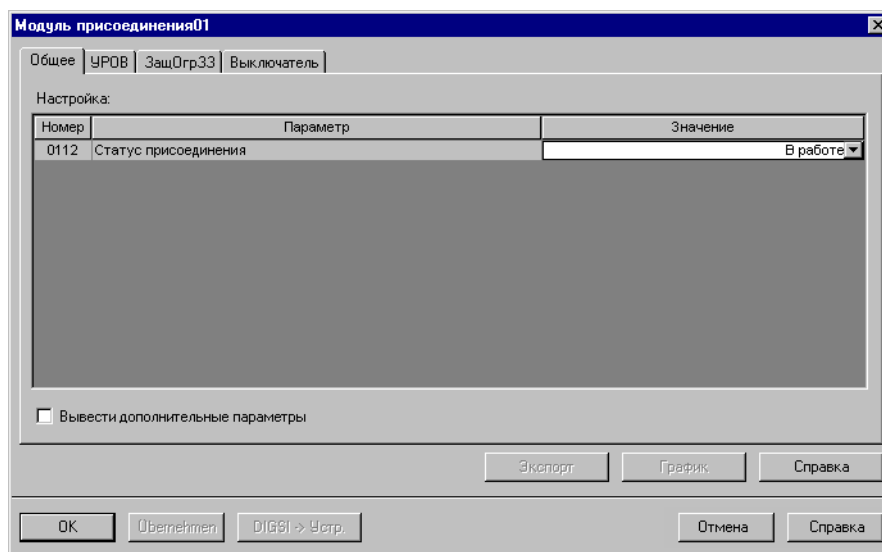

рис. 6-29 Окно Модуль присоединения– пример
- Дважды щелкните по интересующему вас терминалу присоединения. Откроется диалоговое окно Модуль присоединения 01 (рис. 6-29, стр. 263). Можно также дважды щелкнуть по объекту **Настройка...**
- Дважды щелкните по интересующему вас терминалу присоединения. Откроется диалоговое окно Bay Unit BU01 (рис. 6-29, стр. 263). Можно также дважды щелкнуть по объекту **Настройка...**